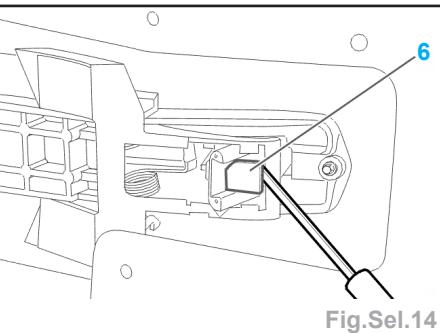

Fig.Sel.14
- Dégrafer la poignée (6) de son mécanisme par l'intérieur (Fig.Sel.14).